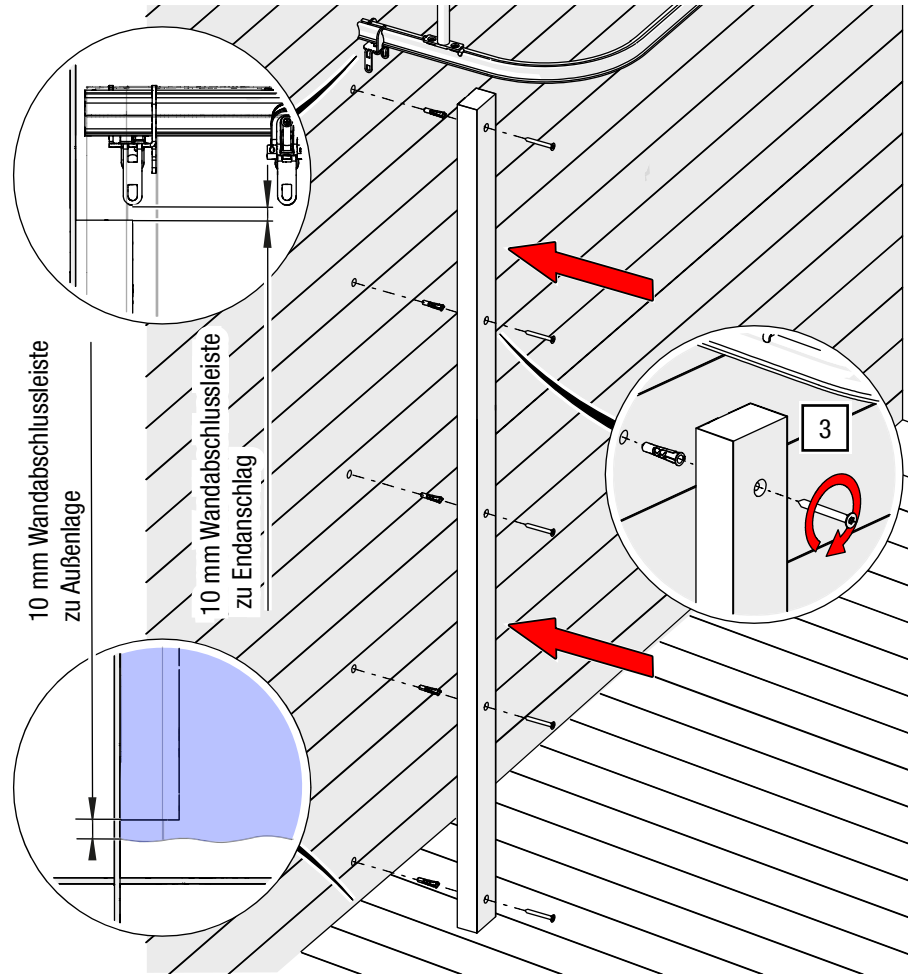

Abb. 119: Wandabschlussprofil – An Wand anschrauben
1. Messen Sie die verfügbare Höhe für das Wandabschlussprofil und sägen Sie das Wandabschlussprofil zu (siehe Abb. 119 für Randparameter).
Fügen Sie, wenn nötig, zwei Teilstücke zur notwendigen Gesamthöhe zusammen. Achten Sie auf notwendige Abstände von Außenlagen und Feststeller (siehe Abb. 119).
3. Montieren Sie das Wandanschlussprofil mit für den Untergrund geeignetem Montagematerial (siehe Abb. 119).